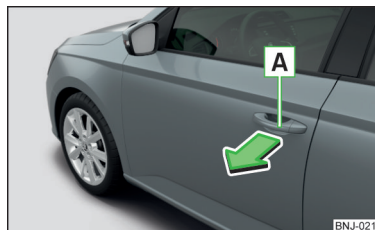

Fig. 47
- Per l'**apertura dall'esterno** sbloccare il veicolo e tirare la maniglia della porta **A** in direzione della freccia » fig. 47.